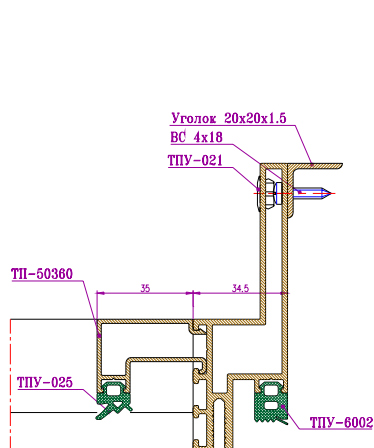

Рис.10-4 Крепление уголка 20x20x1,5 к стойке ТП-50361
- К крайним стойкам, к верхним и нижним ригелям закрепить нащельник - уголок 20x20x1.5 (рис.10-4...10-6) или другой нащельник в соответствии документацией КМ и КМД;
- В местах установки глухого заполнения в соответствующие пазы стойки ТП-50361 установить штапик ТП-50360 с уплотнителем ТПУ-025 (рис.10-4);